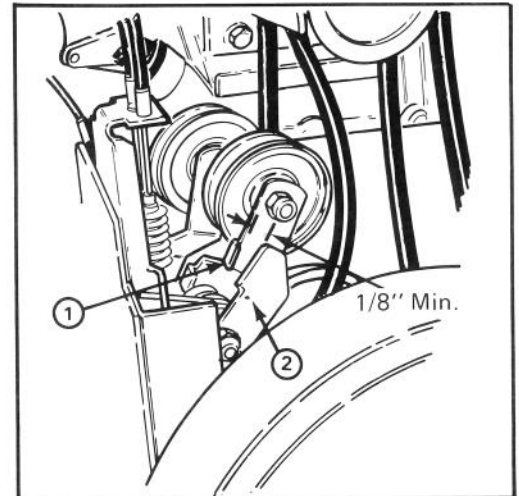

Figure 22
2. Vérifiez le réglage du galet-tendeur et des freins. Il doit y avoir un dégagement minimum de 3 mm entre la patte du levier intermédiaire de direction de la roue hélice et le bras du frein (fig. 22). Si l'espace est plus petit, la courroie doit être remplacée.